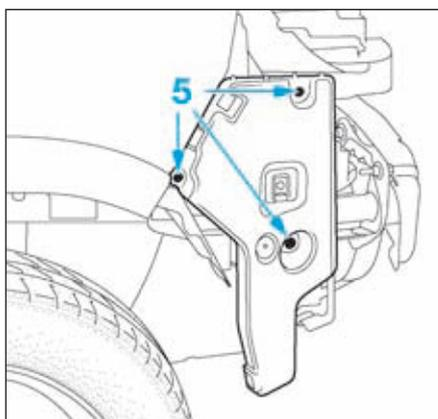

FIG.121
- Percer les rivets (5) (Fig.121) de ferrure de bouclier, de chaque côté.